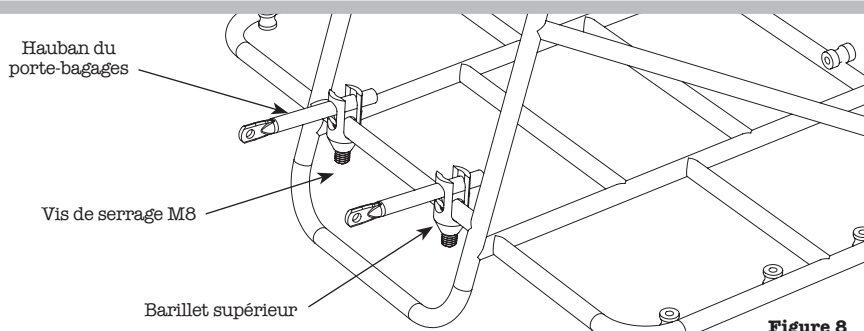

Figure 8
- Faites coulisser le hauban supérieur du porte-bagages dans le barillet supérieur et serrez la vis M8 à l'aide d'une clé hexagonale de 4 mm juste assez pour maintenir l'assemblage en place. Gardez suffisamment de jeu pour permettre l'ajustement lors de l'installation (Figure 8). Pour de nombreux modèles à frein à disque, le hauban supérieur droit permet la meilleure adaptation. Pour les modèles à frein sur jante, un hauban supérieur décalé aidera à dégager l'étrier du frein.